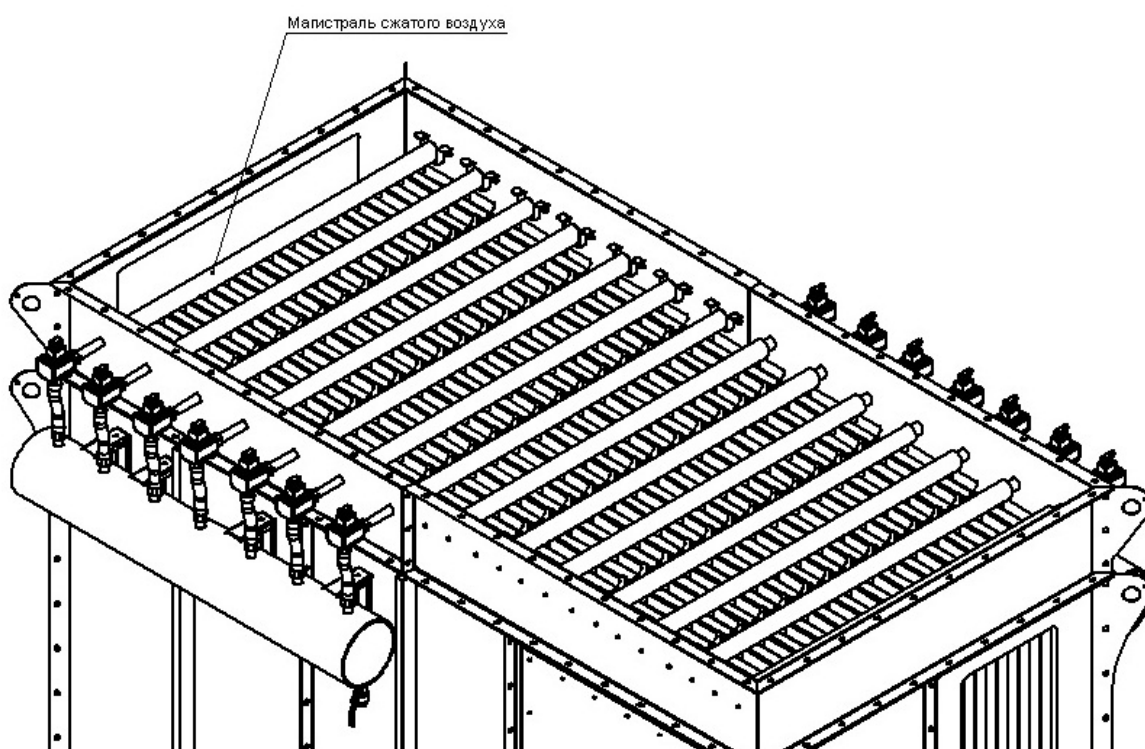

Рисунок 2 – Схема расположения магистралей сжатого воздуха для импульсной продувки
- Демонтировать магистрали сжатого воздуха для импульсной продувки (рис. 2);